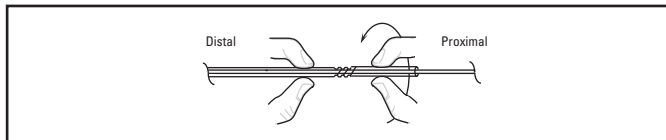

Abbildung 2: Lösen durch Drehung gegen den Uhrzeigersinn
2. **Zum Lösen** des Twist-Lock-Mechanismus der Einführschleife leichten Druck an der Einführschleife auf beiden Seiten des Twist-Lock-Mechanismus ausüben und die proximale Seite gegen den Uhrzeigersinn drehen (Abbildung 2). Dadurch wird die Einheit Führungsdraht/Spirale gelöst und kann sich frei in der Einführschleife bewegen.